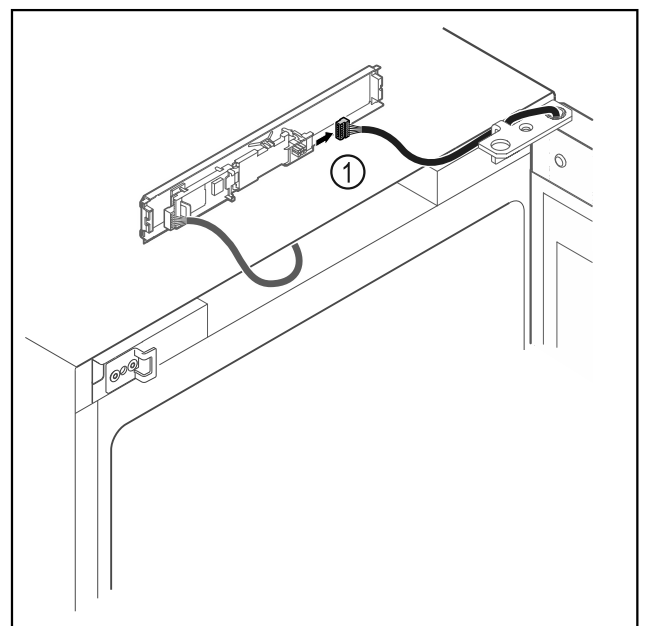

Fig. 16
- ▶ Irrota pistoke Fig. 16 (1) levyästä.